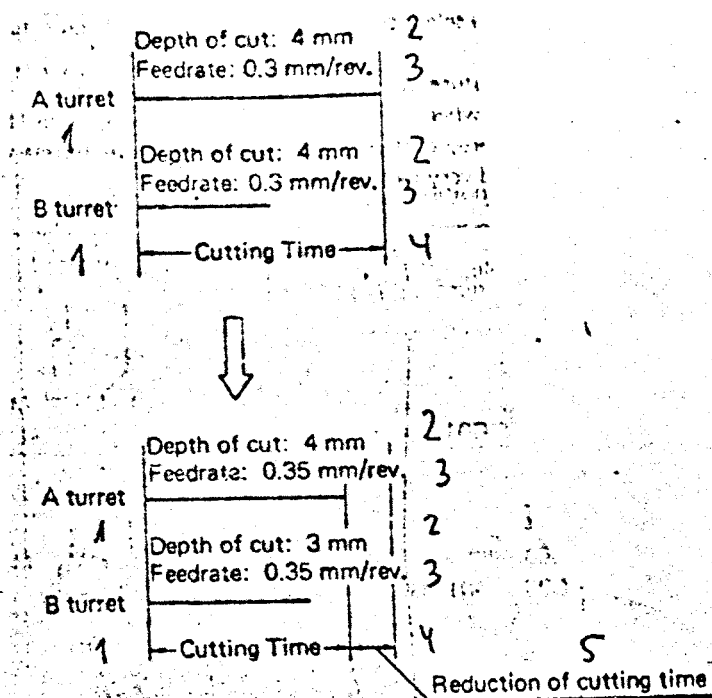

Рис.71.Пример:
2) Выбирать подачу и глубину резания с учетом обработки на двух револьверных головках (см. пример на рис.71).